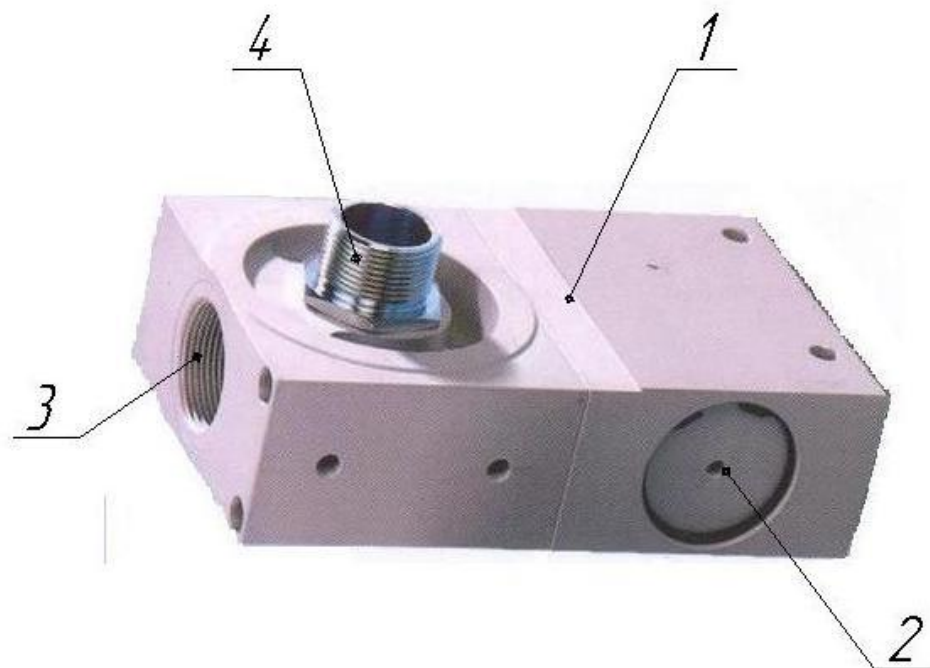

Рисунок 10. Блок распределения.
4.1.7. Блок распределения (рис.10) предназначен для обеспечения оптимального теплового режима установки, посредством срабатывания термостата.